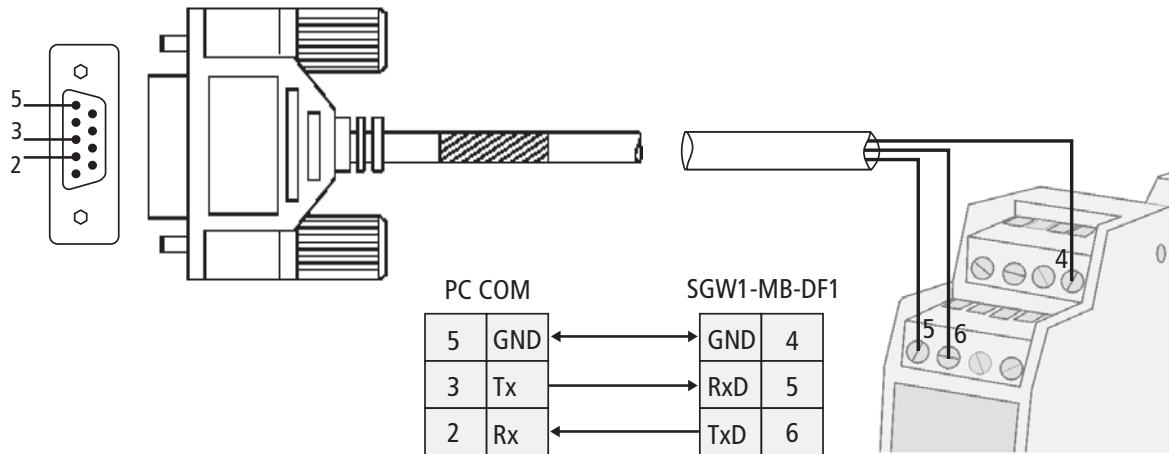

Figura 7 - Conectando la computadora al SGW1-MB-DF1
- Caso B) La carga externa y el equipo Exemys comparten la misma fuente de alimentación. (Ver Figura 7)